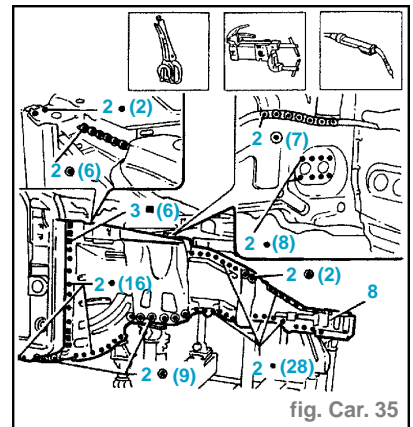

fig. Car. 35
- Utiliser le soudeur à points et opérer sur les zones indiquées en figure (2).
- Utiliser le soudeur MIG et exercer la soudure à remplissage dans les trous exercés précédemment (3).
- Positionner correctement le côté extérieur sur la voiture en employant les pinces autobloquantes (1) (fig. Car. 35).